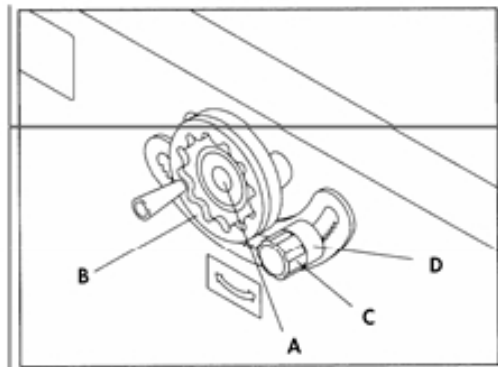

Рис. 3.20
1. Ослабьте фиксирующий маховик (A) Рис. 3.20 перед проведением регулировки высоты шпинделя.
2. Чтобы поднять шпиндель - поворачивайте маховик (B) по часовой стрелке, чтобы опустить шпиндель - поворачивайте маховик (B) против часовой стрелки.
3. Затяните фиксирующий маховик (A), когда требуемая высота шпинделя получена.
2. Ослабьте ручку (C) Рис. 3.20.
3. Вращайте ручку (B) до необходимого угла наклона и положения.
4. Закрутите ручку (C).